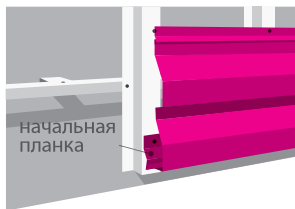

Рис. 6
▷ Установка доборных элементов – тех, которые необходимо установить до монтажа панелей: сложных углов внешних и внутренних, начальной планки и т.п. (рис. 6, 7).
▷ Установка панелей сайдинга/профнастила. Монтаж сайдинга начинается от нижней точки монтажа вверх, GL Корабельная доска – от начальной планки (рис. 6), GL Вертикаль – упирая нижний край в отступку или цоколь, стыкуя панели в месте замка (рис. 8, 9).
рис. 6а
рис. 6б
Длина соединительной трубы (L) определяется при сборке конструкции (рис. 6а). Если $L < 0,5$ м, метровую трубу Grand Line® можно разрезать и использовать для двух стояков. Если вы используете соединительную трубу для одного стояка, обжим сверху (10 см) необходимо срезать, иначе будет невозможна стыковка с последующими элементами. Внешняя часть желоба не должна выступать за линию продления кровли (рис. 6а). Сама водосточная труба должна быть такой длины, чтобы колено стока находилось на расстоянии около 0,2 м до земли.
Выровняйте конструкцию, присоедините водосточную систему к воронке, отрегулируйте и защелкните замки кронштейнов, надев на хомуты специальные фиксаторы (рис. 6б).